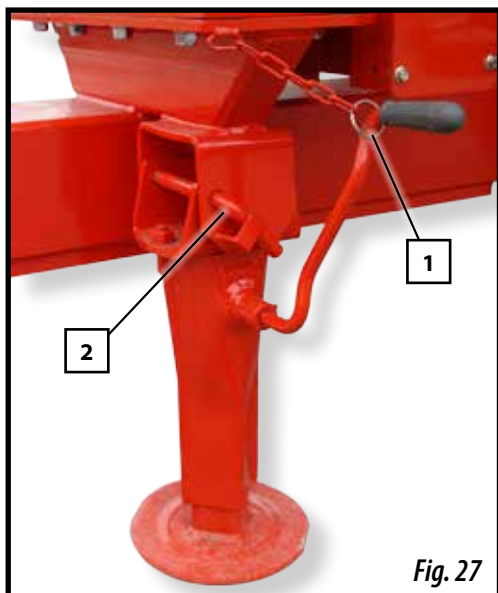

Fig. 27
- 3- Acompañar el pie de apoyo para situarlo en posición vertical y colocar el pasador (2, Fig. 27) para fijar la posición.
- 4- Ajustar la altura del pie con la manivela (1, Fig. 27) y fijar la manivela con la cadena (Fig. 27).
- 1- Retirar la cadena de sujeción para la manivela (1, Fig. 27) y el pasador (2, Fig. 27).